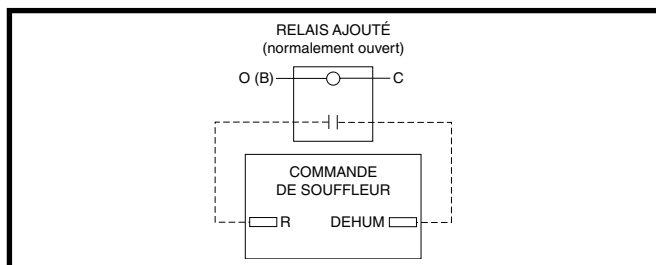

Figure 26. Configuration de câblage DEHUM sans humidistat
- Si aucun humidistat n'est à disposition, il est possible de brancher les bornes **R** et **DEHUM** par l'entremise d'un relais normalement ouvert fourni sur place. Consulter la Figure 26 (page 26). Les bornes **R** et **DEHUM** doivent être branchées aux bornes du relais normalement ouvert. Les bornes **O (B)** et **C** doivent alors être branchées à la bobine du relais. Cette option fait en sorte que le souffleur fonctionne à un débit ( $m^3/min$ ) réduit pendant 10 minutes après un appel de refroidissement.